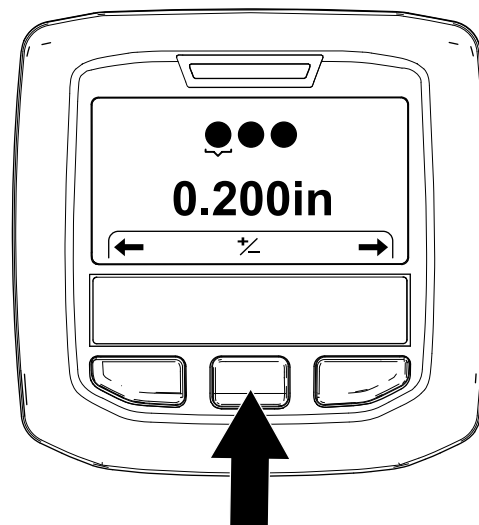

Figure 58
3. Appuyez sur le bouton droit de l'InfoCenter jusqu'à ce que l'écran Setting the Tine Diameter (réglage du diamètre des louchets) s'affiche (Figure 58).